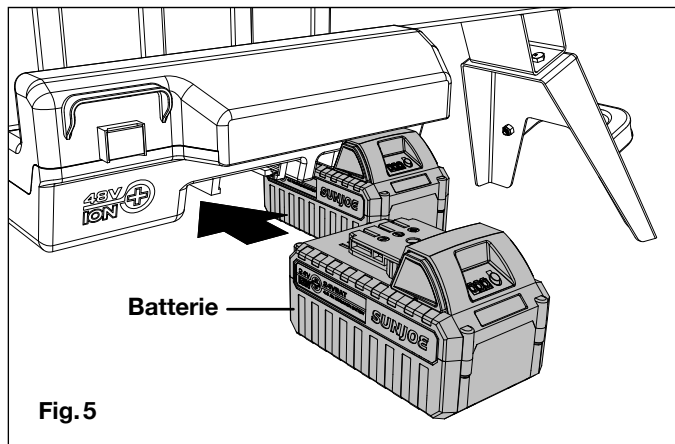

Fig. 5
2. Faites glisser les deux batteries dans le compartiment à batteries (Fig. 5).